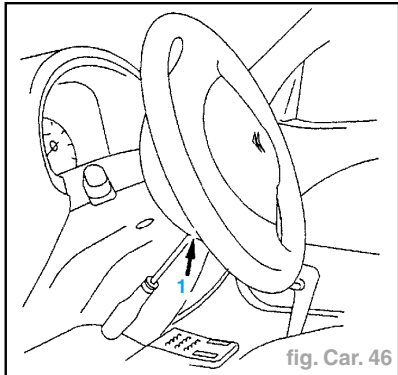

fig. Car. 46
- Déposer les vis (1) de chaque côté (vis Torx n°30) (fig. Car. 46).